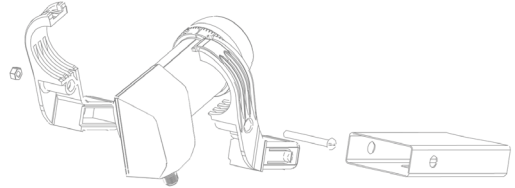

Fig. 1
1. Posizionare l'LNB nell'apposito supporto della parabola. Chiudere il supporto attorno all'LNB e serrare leggermente la vite di fissaggio in modo che l'LNB possa ancora ruotare (Fig. 1).
1. Place the LNB in the LNB holder/clamp of the dish antenna. Close the LNB holder handle and lightly tighten the clamp screw so that the LNB can still rotate (Fig. 1).